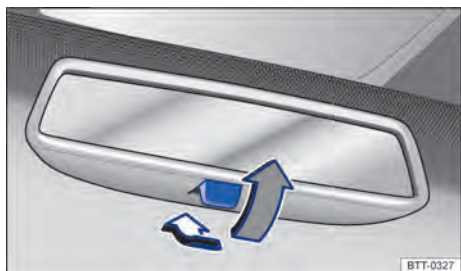

Fig. 106 No para-brisa: espelho retrovisor interno com antiofusco manual.
- Para evitar o ofuscamento, puxar a alavanca para trás ⇒ Fig. 106.